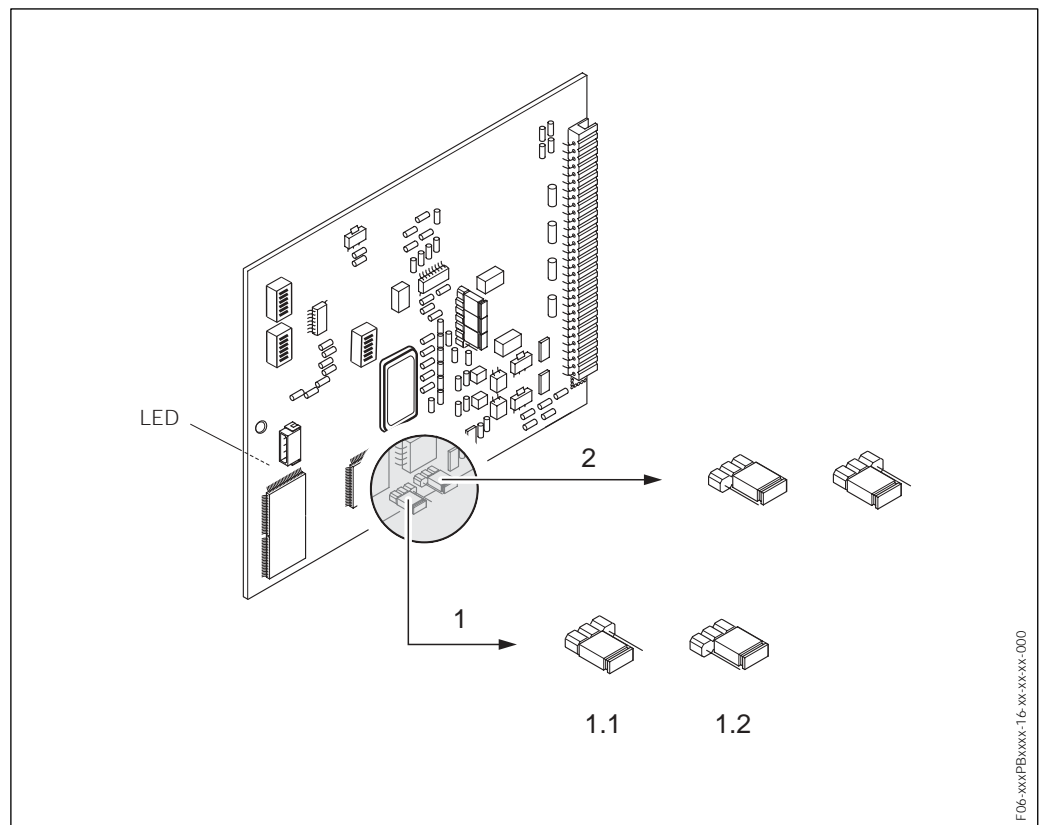

Fig. 49 : Réglages hardware (platine E/S)
3. Configurer la protection en écriture hardware à l'aide de ponts (fig. 49).